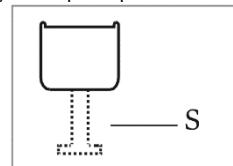

Fig.13
- așigurați-vă că ușile aparatului se deschid, se închid și etanșează corect. După ce ati terminat și dacă sunteți mulțumit de modul de montare a aparatului în dulap, îndoiti și rupeți părțile distanțierelor albe marcate cu „S”, așa cum se arată în conturul punctat din fig. 13. Lăsați restul capacului distanțierelor peste plăcile metalice.